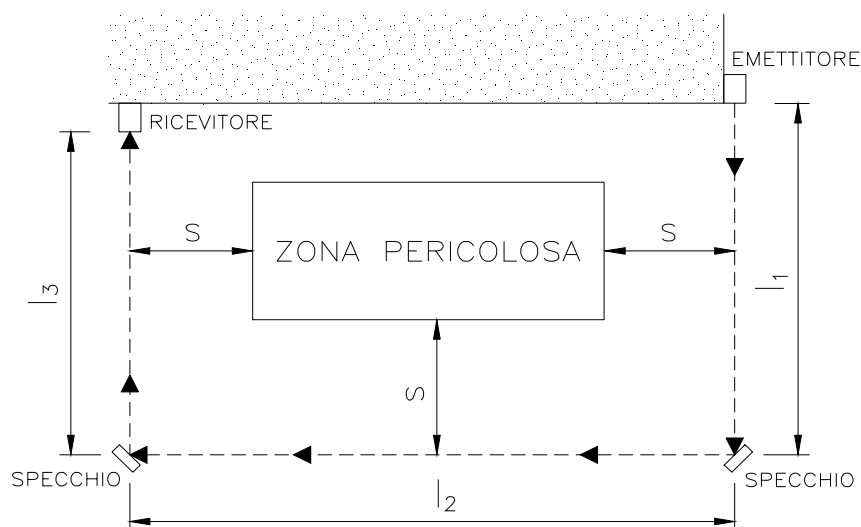

Figura 24
- Posizionare gli specchi in modo che la minima distanza di sicurezza **S** (Figura 24) sia rispettata su ognuno dei lati di accesso alla zona pericolosa.